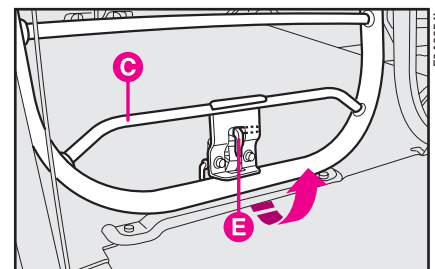
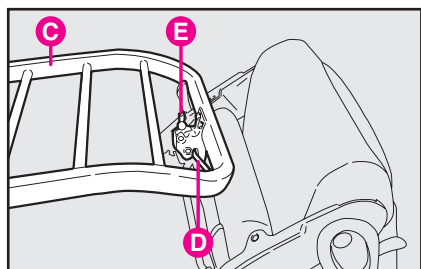

рис. 57
рис. 58
**Закрепить перегородку на сиденье:** Уберите сиденье, как описано выше. Нажмите рычаг **Е** фиксатора перегородки **С** (рис. 57), отцепите её от кронштейна и закрепите на кронштейне **Д** сиденья (рис. 58). Убедитесь, что перегородка надежно закреплена.